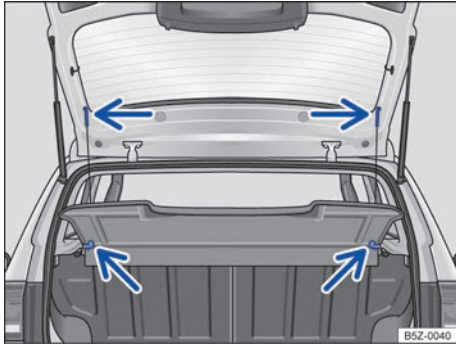

Fig. 76 En el maletero: desmontaje y montaje de la bandeja trasera.
- Desprenda los cordones de retención del soporte de la tapa del maletero → **fig. 76** (flechas superiores).
- Retire la bandeja trasera hacia atrás y hacia afuera de los soportes laterales → **fig. 76** (flechas inferiores).
- Empuje la bandeja trasera hacia adelante, introduciéndola en los soportes laterales → **fig. 76** (flechas inferiores).
- Encaje los cordones de retención en la tapa del maletero → **fig. 76** (flechas superiores).